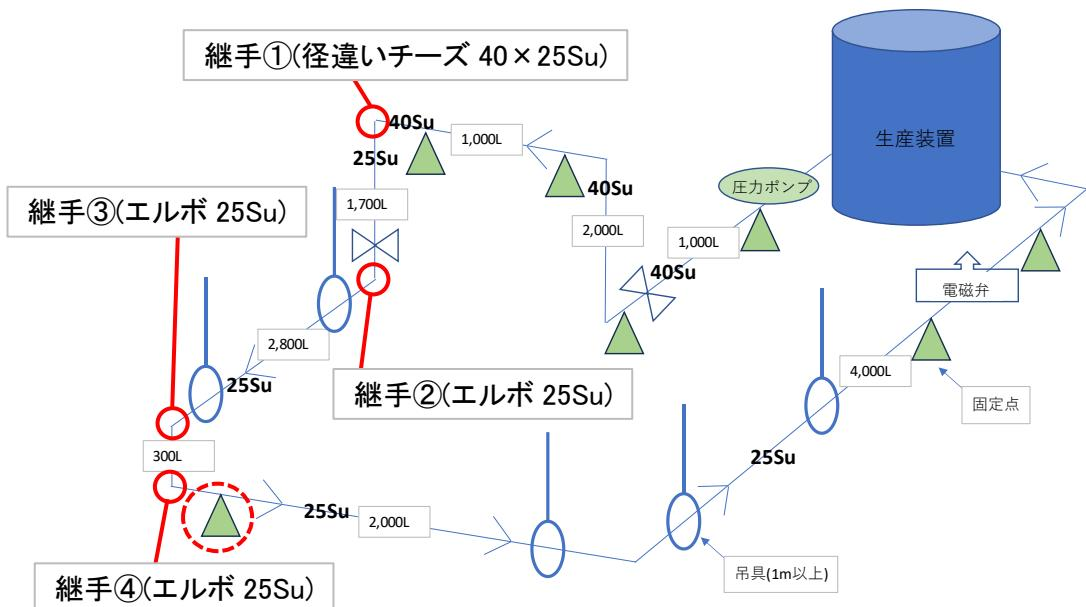

図 4-18 ウォーターハンマー試験 II 概略図
ウォーターハンマーによる振動を想定し、電磁弁を使用して強制的にウォーターハンマーを発生させ、配管経路に設置された継手の袋ナットの緩みを確認する。図 4-18 の通り、ウォーターハンマー試験 I の試験配管に固定点を追加し(図 4-18 の赤点線部)、継手①、②、③、④(図 4-18 赤丸部)について評価を行う。